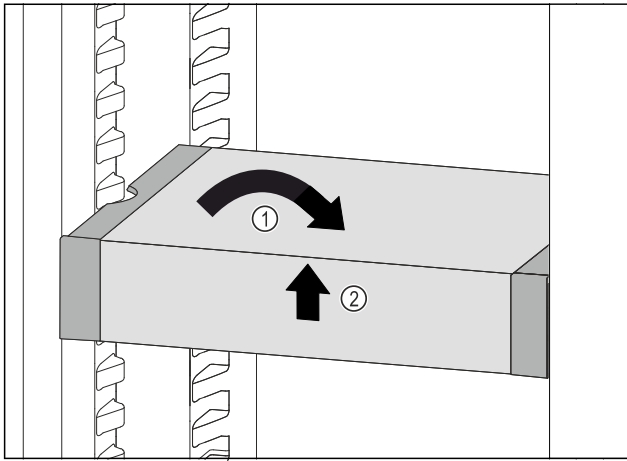

Fig. 102
- ▶ VarioSafe gerade stellen. Fig. 102 (1)
- ▶ VarioSafe vorne anheben. Fig. 102 (2)